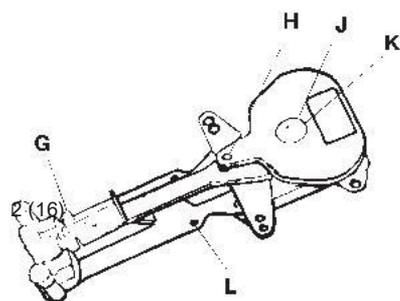

Fig. 2
- Enlevez la vis et la rondelle (Fig. 2 J&K). Retirez le levier (H fig. 2).